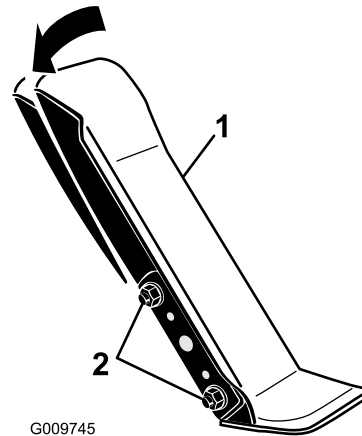

Figura 72
1. Afloje las dos tuercas y pernos que fijan el lado izquierdo del pedal de tracción al soporte (Figura 72).
2. Ajuste el pedal al ángulo deseado y apriete las tuercas (Figura 72).